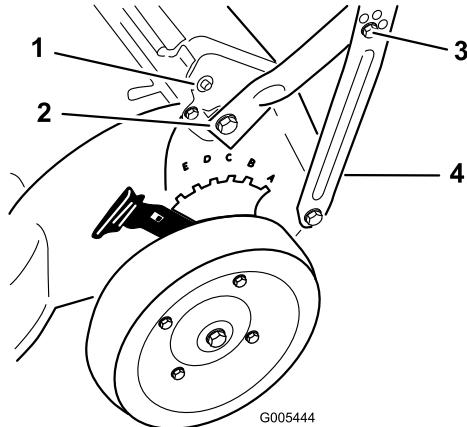

Figure 3
- Fixez le guidon au carter au moyen des boulons et rondelles déposés à l'étape 2 (modèle 22163 uniquement), mais ne les serrez pas (Figure 3).
- Boulon et rondelle (2)
- Boulon à tête hex. (modèle 22164 uniquement) ou boulon à tête ovale (modèle 22163 uniquement) (2)
- Support de guidon (2)
- Fixez les supports de guidon avec 2 boulons à tête hexagonale (modèle 22164 uniquement) ou 2 boulons à tête ovale (modèle 22163 uniquement) et 2 contre-écrous (Figure 3).
Remarque: Fixez le serre-câble aussi bas que possible sur le guidon pour éviter que le(s) câble(s) ne s'accroche(nt) à la tige de volet arrière et ne gêne(nt) le système d'autotraction (Figure 3).